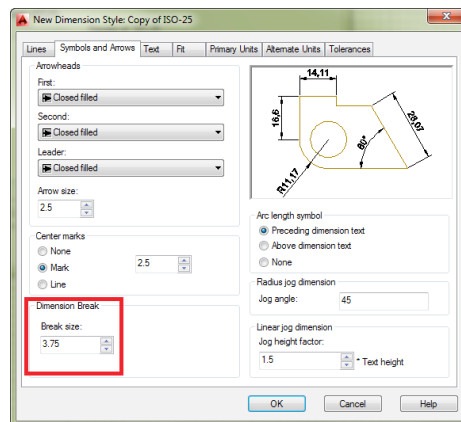

Рис. 98 Размер разрыва
- **Break size (Размер разрыва).** Расстояние от размерной линии до размера (Рис. 98).